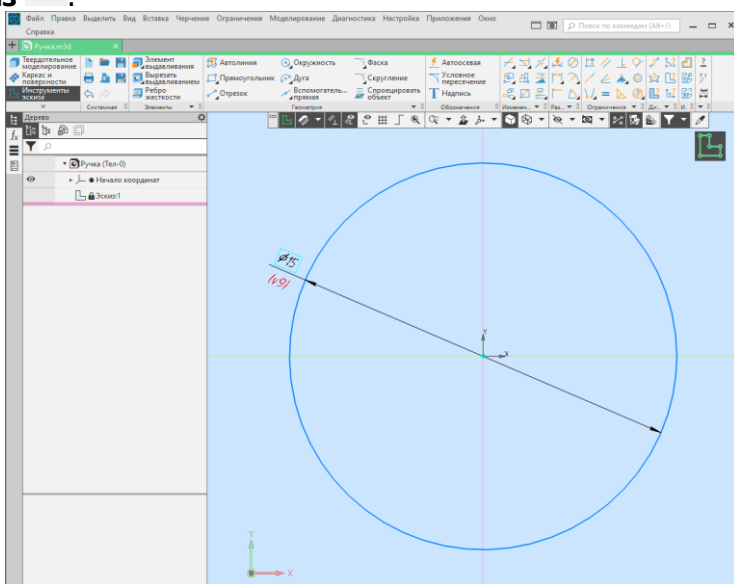

Рис. 26.
4. В плоскости **XY** строим эскиз-сечение, который представляет собой окружность с диаметром 15 мм (рис.26). Выключить